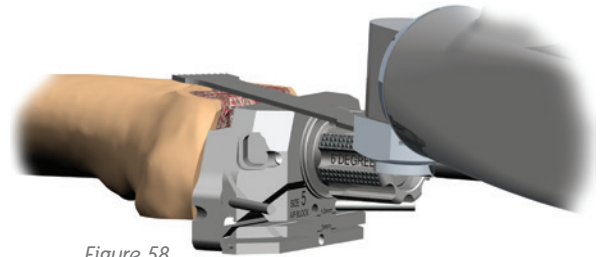

Figure 58
7. Resect the anterior femur above the anterior surface of the A/P cutting block (Figure 58).